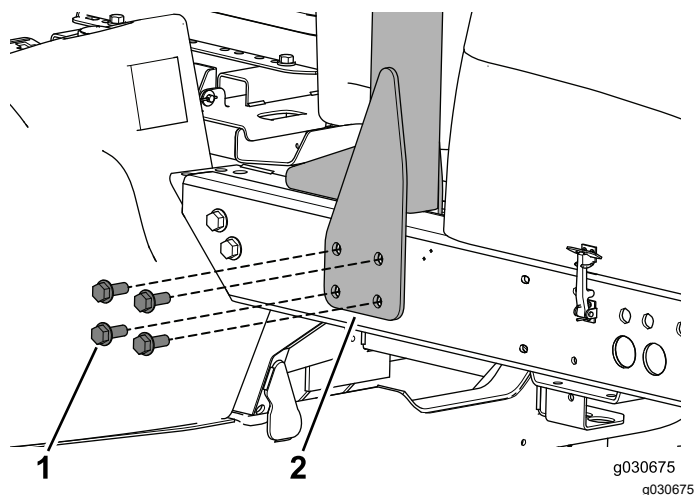

Рисунок 8
1. Отверните болты, крепящие защитную дугу к левой стороне машины (Рисунок 8).